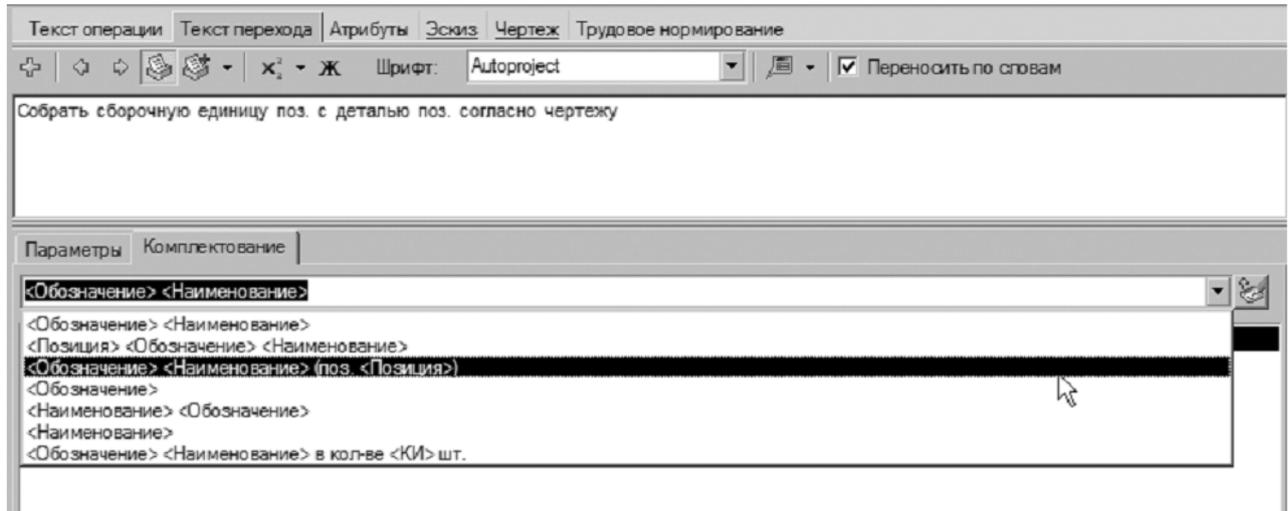

Рисунок 10
29. Нажмите на кнопку списка и разверните его. В списке выберите следующую форму записи ДСЕ, участвующей в переходе: <Обозначение> <Наименование> (поз. <Позиция>) (рис. 10).